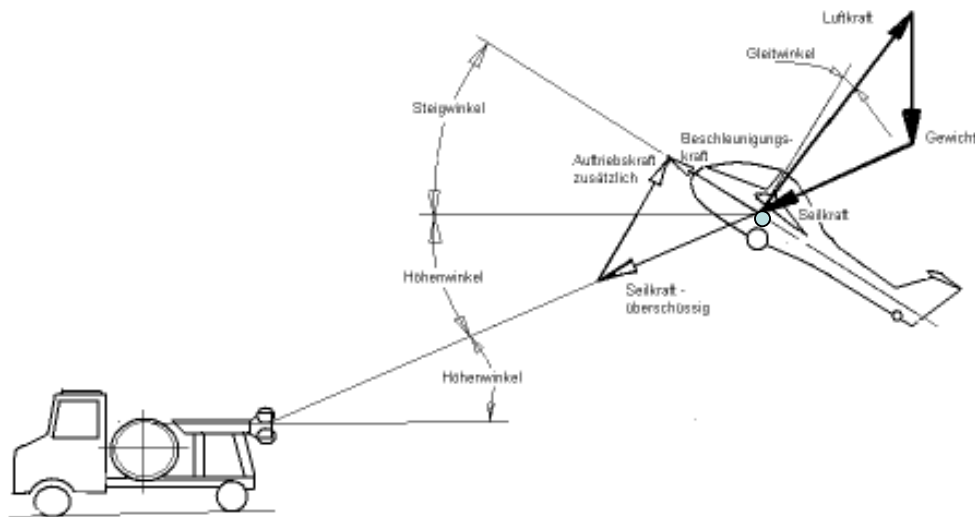

Bild 2
- Um herauszufinden, in welchem Geschwindigkeitsbereich das Flugzeug nach dem Abheben und im späteren Steigflug vordringt bzw. wieder abfällt, wurde die rein statische Betrachtung des Kräftegleichgewichtes um eine Betrachtung der dynamischen Beschleunigung ergänzt. Dies ist in Bild 2 veranschaulicht.